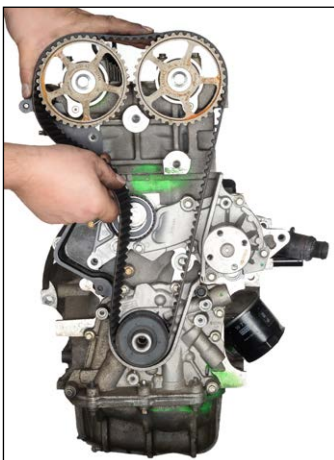

fig. 10
5. Mai întâi, așezați cureaua dințată pe pinionul arborelui cotit, apoi în sens antiorar (fig. 10).